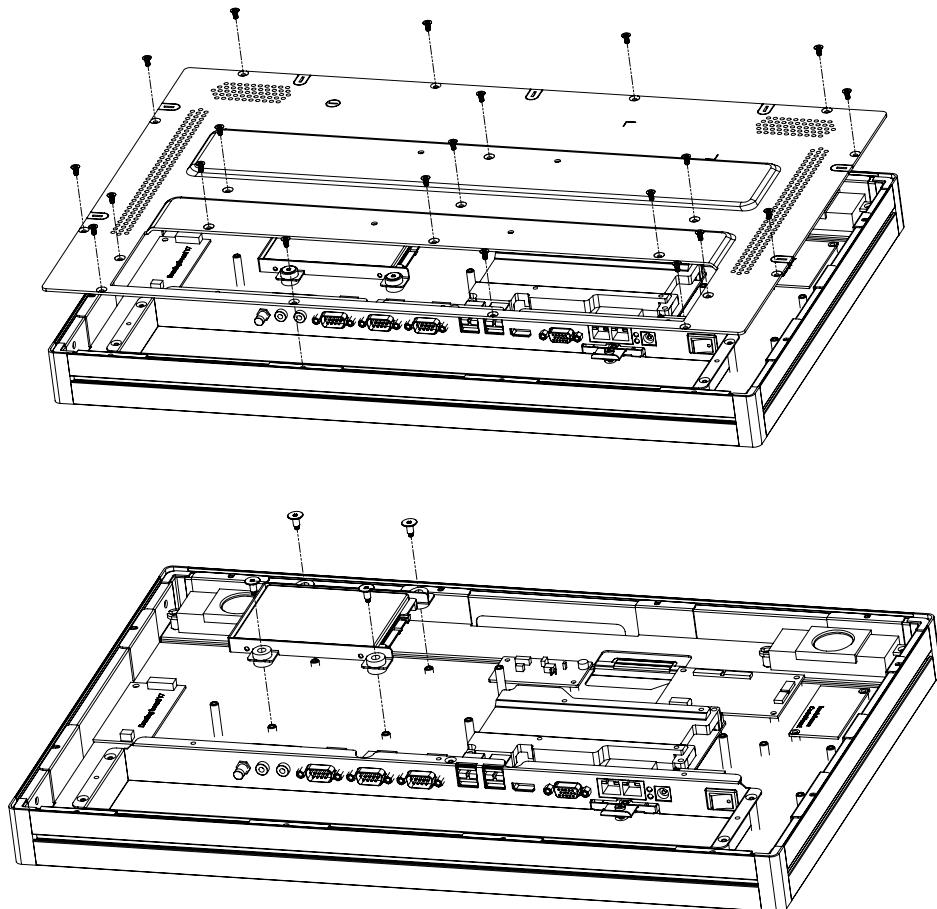

图 3.1 安装主 2.5" HDD
2. 将 HDD 放入金属托架内，并旋紧螺丝，如图 3.1 所示。